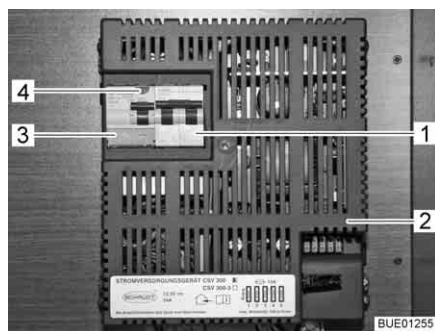

Bild 130 230 V-automatsäkring och FI-brytare (CSV 300)
En jordfelsbrytare (FI-brytare) (Bild 130,3) i strömaggregatet CSV 300 (Bild 130,2) skyddar hela fordonet mot läckström (0,03 A).
En senare inkopplad tvåpolig ledningsskydds brytare (Bild 130,1) i strömaggregatet säkrar 230 V-nätet.
- När fordonet är anslutet till 230 V-försörjningen: Tryck på kontrollknappen (Bild 130,4). Jordfelsbrytaren (FI) måste lösa ut.